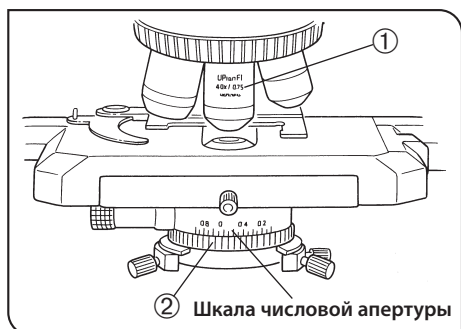

Рис. 45
Апертурная ирисовая диафрагма (рис. 45 и 46)
- Чтобы получить оптимальное изображение, настройте апертурную ирисовую диафрагму конденсора на значение от 70 до 80% NA ① (числовая апертура) используемого объектива.
- Совместите указатель на кольце апертурной ирисовой диафрагмы ② с значением шкалы от 70% до 80% числовой апертуры ① объектива (рис. 45).